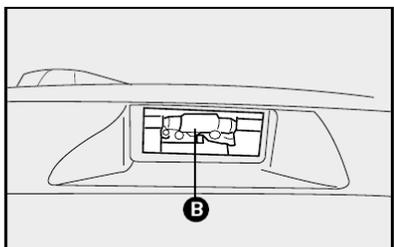

fig. 32
2) retirar a lâmpada **B-fig. 32** e substituí-la.